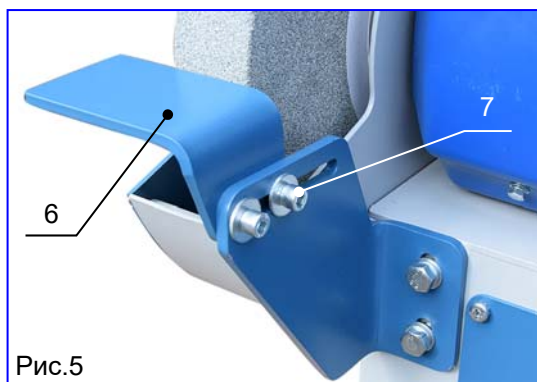

Рис.5
- Отрегулируйте положение упора (поз.6, рис.5) так, чтобы верхняя точка соприкосновения обрабатываемой детали со шлифовальным кругом находилась выше горизонтальной плоскости, проходящей через центр круга, но не более чем на 10 мм. Проверить и при необходимости отрегулировать зазор между упором и шлифовальным кругом. Зазор должен быть не более 2 мм, рабочая поверхность упора должна быть горизонтальной, либо, если предусмотрено конструкцией станка и технологией обработки детали, может быть наклонена вниз. Надежно закрепить упор при помощи двух винтов (поз.7, рис.5).